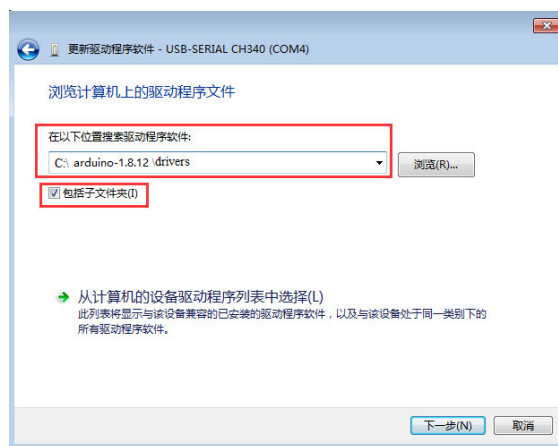

图 1-7 指定搜索驱动程序软件的目录
(3) 将查找驱动程序的位置指定到 Arduino IDE 的安装目录下的驱动目录，例如“C:\arduino-1.8.12\drivers”，如图 1-7 所示。点击“下一步”按钮，等待计算机自动搜索并安装驱动。